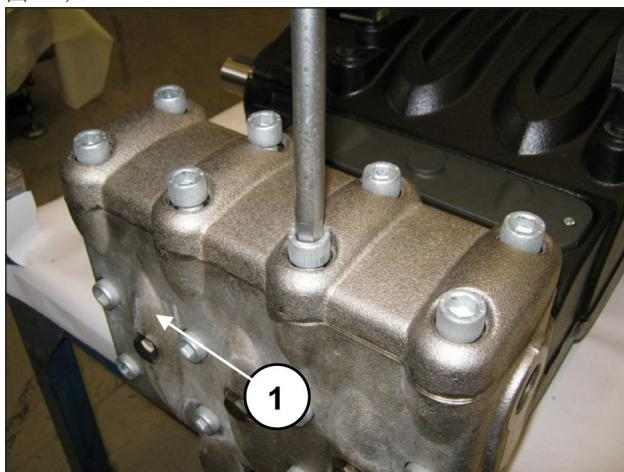

图 96
拧松阀盖的8个M16x55螺栓（①，图 96）并拆除阀盖（①，图 97）。